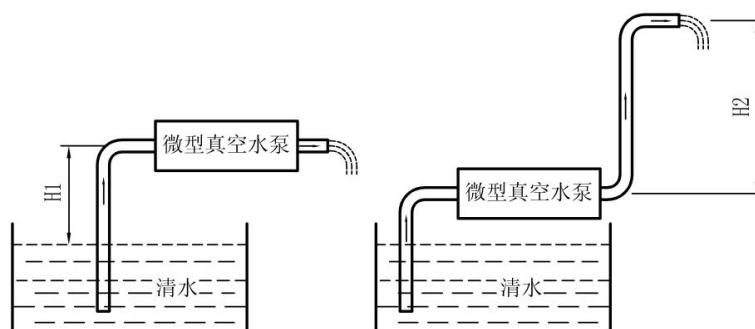

图 2-1 抽水、排水高度示意图
2、最大抽水高度 H1 和最大排水高度 H2 值的定义见图 2-1。